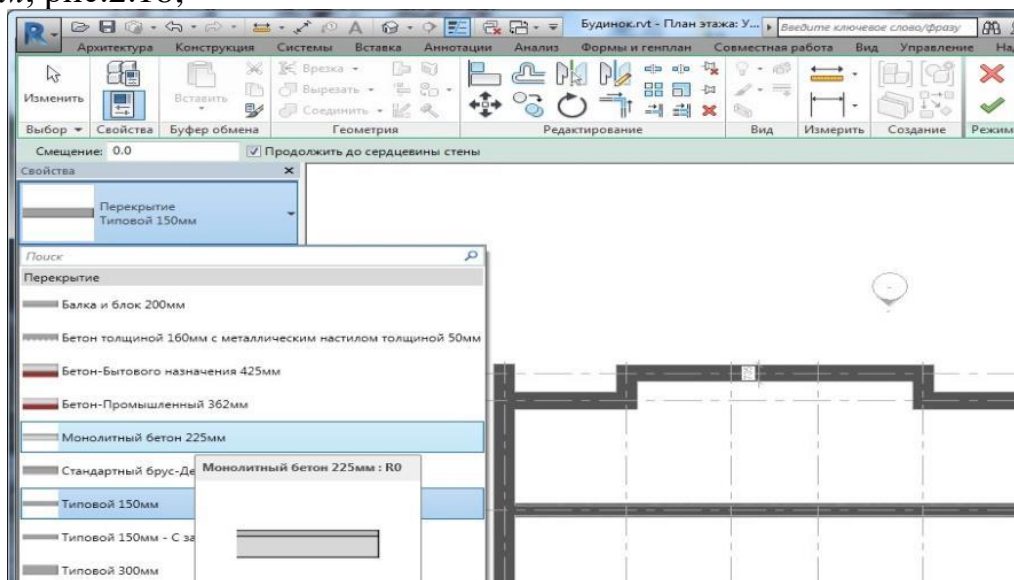

Рис. 2.18. Вибір типу несучого перекрытия
- у вікні *Властивостей* оберіть тип перекрытия > *Монолітний бетон 225 мм*, рис.2.18;